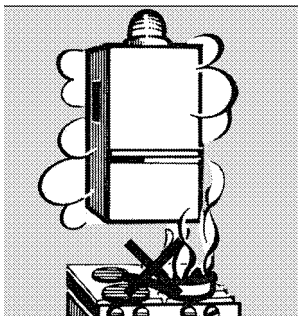

Fig. 12
- La chaudière ne doit pas être placée au-dessus d'un appareil de cuisson, afin d'éviter l'encrassement par les vapeurs grasses de cuisine et par suite un mauvais fonctionnement (fig. 12).